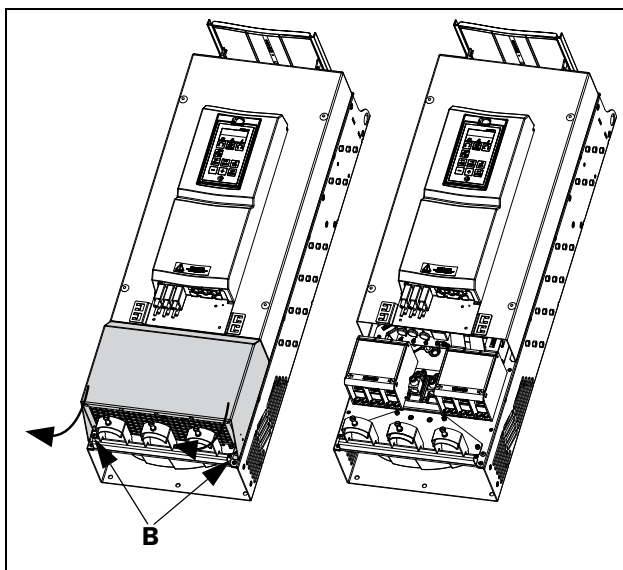

Рис. 30 Ослабьте два винта и снимите нижнюю крышку (принципиальная схема)
- Ослабьте два винта В (см. Рис. 30).